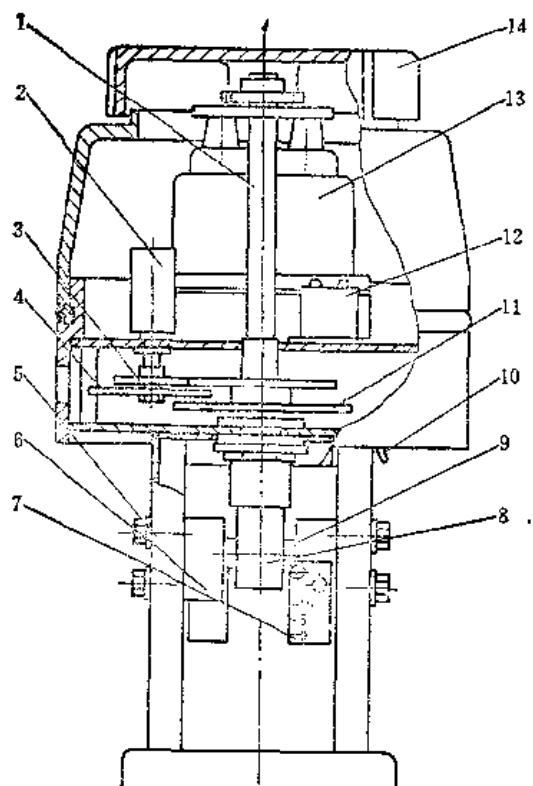
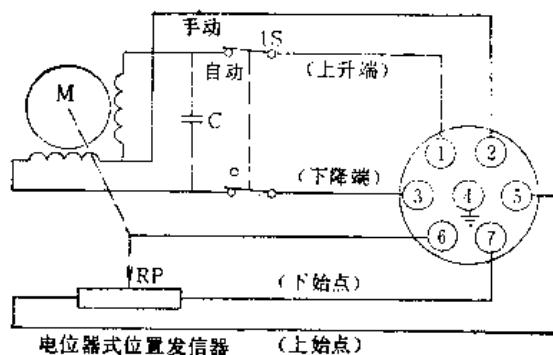

图6-2-4 电动执行器
图6-2-5 执行器内部接线图
c. 电动执行器（图6-2-4）与伺服放大器配合使用，先将仪表上的“自动”与“手动”开关旋到“手动”位置，依次按动“开”与“关”按钮，观察手轮的转动方向，是否与动作指令相符，如不符，可将插头的“1”与“3”二线对调即可，见图6-2-5。